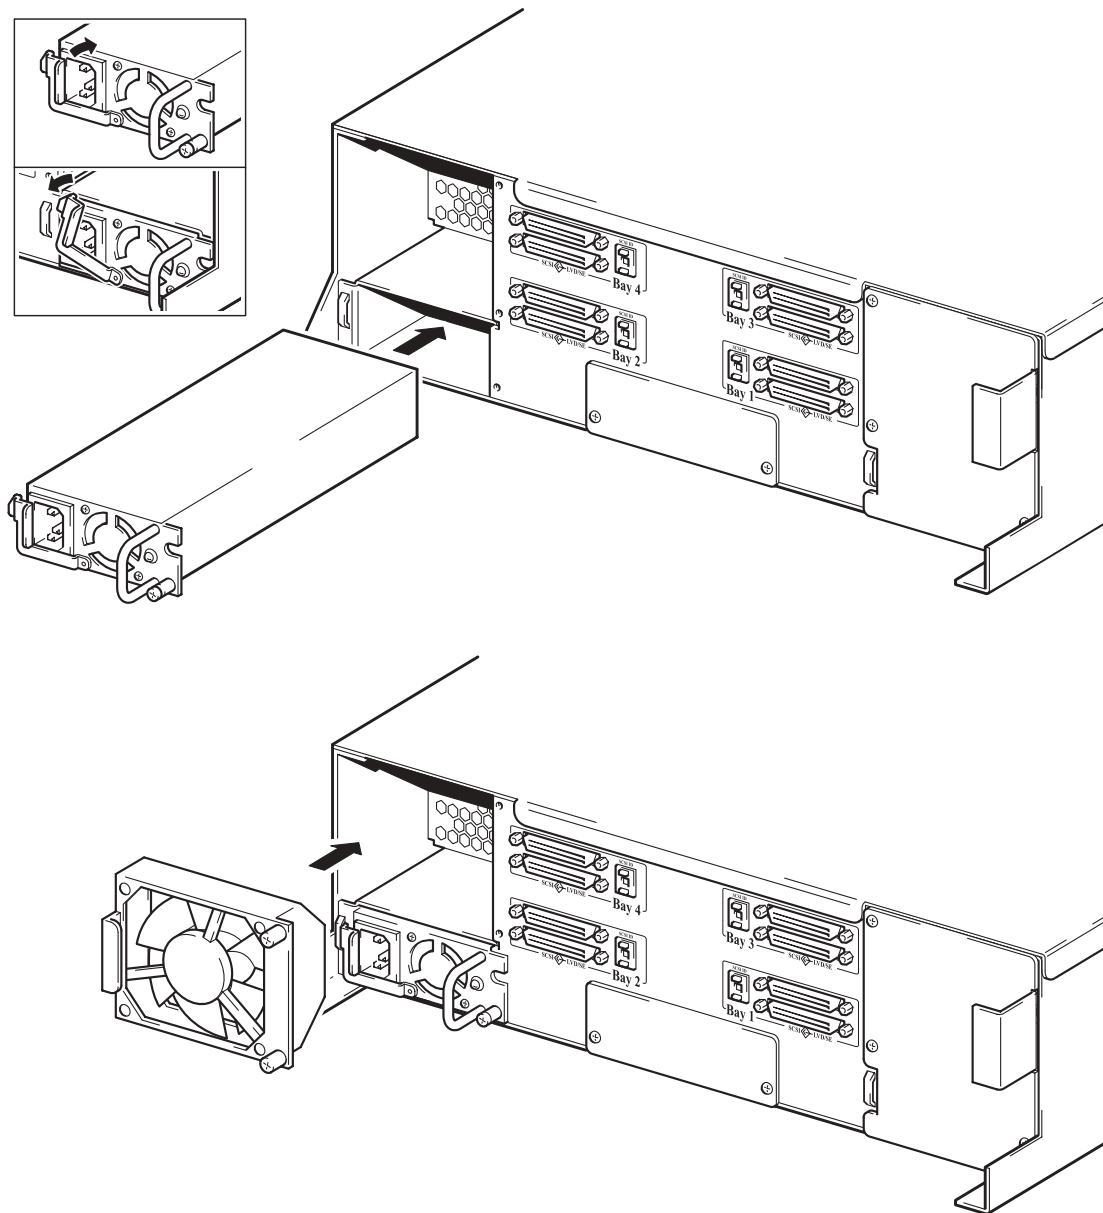

图 11: 更换风扇和电源
- 2 如图 11 所示对准替换风扇。将风扇设备滑进开口中。
- 3 将新的电源设备对准以便黄色警示标签面朝上。插入电源设备（此时电源设备不能接电源线），并将其滑进图 11 所示的开口中。顺时针旋转此锁定装置到适当的位置，直到移开固定凸起，然后将设备完全推进到位。